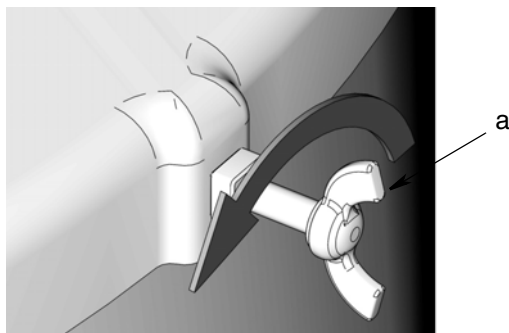

FIG. 5
- Afloje los tornillos de mariposa (a) para retirar la cubierta del bidón (FIG. 5).